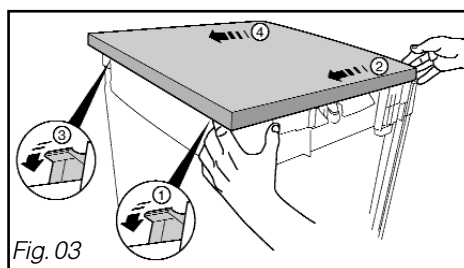

Fig. 03
- Desmontar o tabuleiro superior descaixando a parte traseira do aparelho e de seguida empurrar de alguns centímetros para deslocar (fig. 03).
- Tirar, levantando, o tabuleiro superior da máquina de lavar louça (fig. 03).